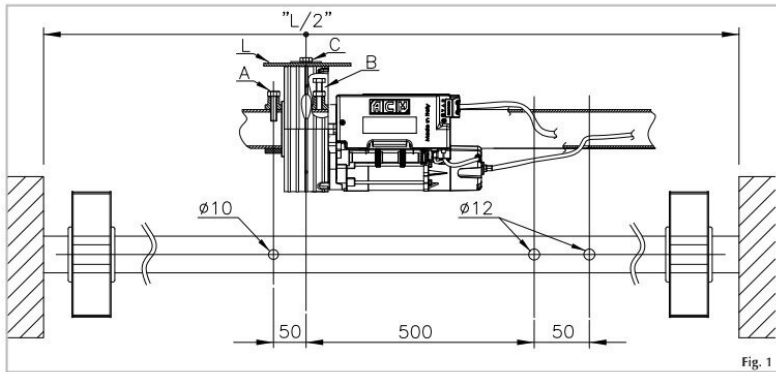
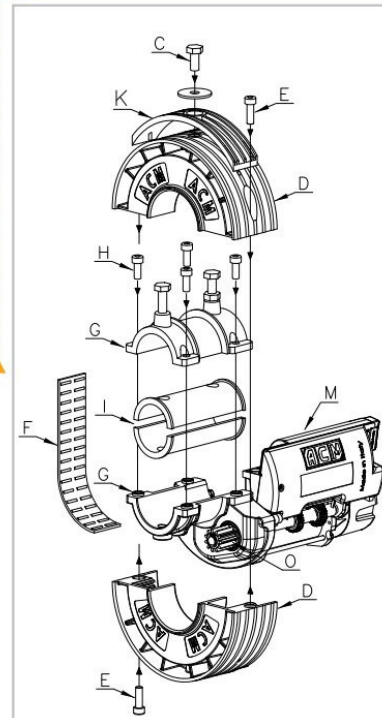
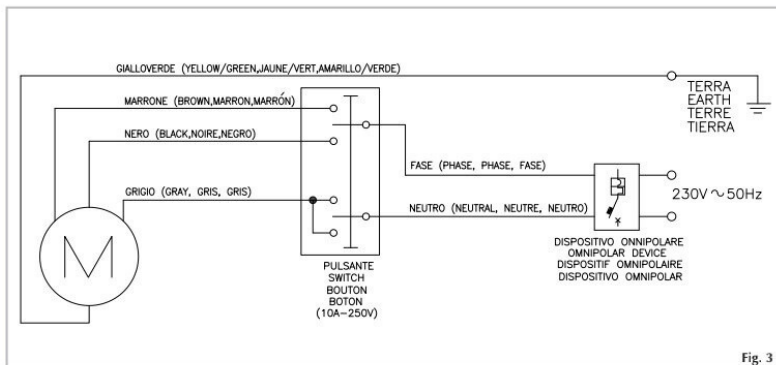

Fig. 1
Fig. 2
Fig. 3
- 2) Effectuer sur l'arbre du rideau les trois crevaisons comme indiqué en fig. 1.
- 3) Déplacer la vis M10 (C) de la couronne du motoréducteur.
- 4) Démontez la couronne (D) en dévissant les deux vis M8 (E) comme indiqué en fig. 2.
- 5) Enlever délicatement la bande en plastique avec roulements (F), en faisant très attention à éviter les pliages qui causeraient l'écoulement des roulements.
- 6) Séparer les deux éléments du motoréducteur en dévissant les quatre vis M8 (H).
- 7) Dans le cas où l'arbre du rideau est inférieur à 60mm tirer profit des appropriés manchons de réduction Ø33 / Ø42 / Ø48 (I) en leur donnant une position en rapport au trou d'un diamètre de 10mm effectué auparavant (Fig. 1).
- 8) Accoupler sur le tube du rideau le corps inférieur avec le corps supérieur par les quatre vis M8 (H) enlevées précédemment.
- 9) Visser la vis M10 (A) privée de l'écrou hexagonal et la faire pénétrer à l'intérieur de la fibre du rideau dans le trou de 10mm (Fig. 1).
- 10) Visser la vis M10 avec l'écrou (B) de manière à bloquer le motoréducteur sur l'arbre et serrer le susdit écrou.
- 11) Appliquer dans la plate appropriée la bande in plastic avec roulements (F).
- 12) Appliquer les demi couronnes (D) avec les deux vis M8. En présence de boîtes à ressorts diamètre 220 mm il est nécessaire de monter les adaptateur (K) (voir figure 2).
- 13) Effectuer un trou de 12mm dans le dernier élément du rideau (L), en correspondance du trou passementé M10 déjà existant dans la couronne du moteur.
- 14) Fixer le dernier élément du rideau sur le moteur avec la vise M10 (C) et la rondelle (Fig. 1).
- 15) Faire les connexions électriques comme indiqué en fig. 3 en passant le câble 4x1 mm donné en dotation à l'intérieur de arbre du rideau tout en évitant tout contact avec les parties tournantes (Fig. 1). En présence de moteur avec de l'électrofrein, introduire la gaine du frein à l'intérieur du second trou Ø12.
- 21) Dans le cas d'une installation contraire par rapport à la Fig. 1, agir de manière inverse à ce qui a été décrit vu que le micro interrupteur 2 arrêtera la descente tandis que le micro interrupteur 1 arrêtera la montée.